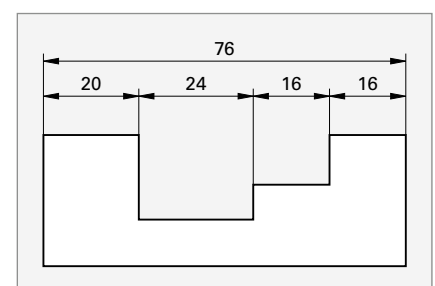

Bild 1
5. Addieren Sie die Höchst- und Mindestmaße der Einzelmaße aus Bild 1 auf und vergleichen Sie die Summe mit dem Höchstmaß/Mindestmaß für das Gesamtmaß.